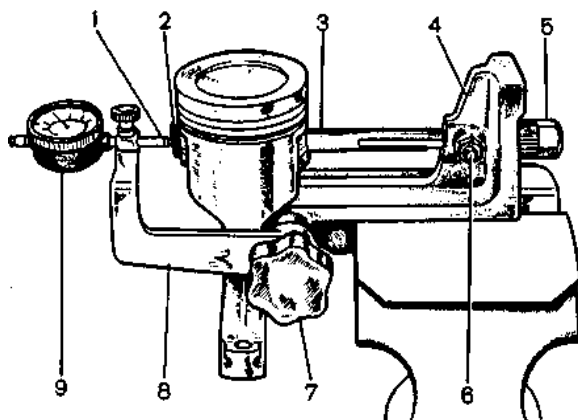

Рис. 2.42. Собранный комплект поршень-палец-шатун, установленный на приспособление А.95615 для испытания на выпрессовывание пальца
- зажмите основание 4 приспособления в тиски и установите на нем шатунно-поршневую группу (рис. 2.42);